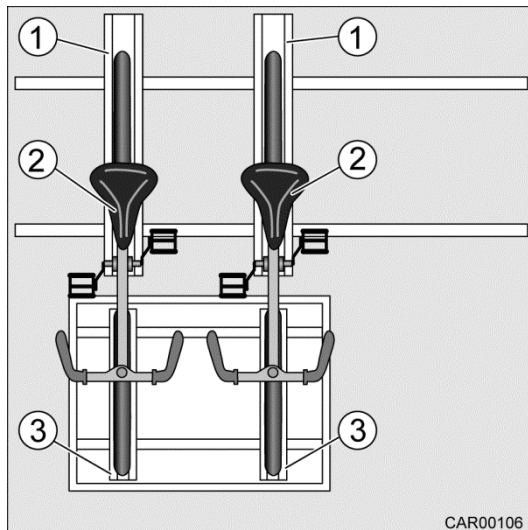

Fig. 6 Vélos électriques dans le garage à vélo électrique
6. Régler les rails coulissants (Fig. 6/1) et les rails de fixation (Fig. 6/3) de manière à ce que deux vélos électriques (Fig. 6/2) puissent être emmenés.